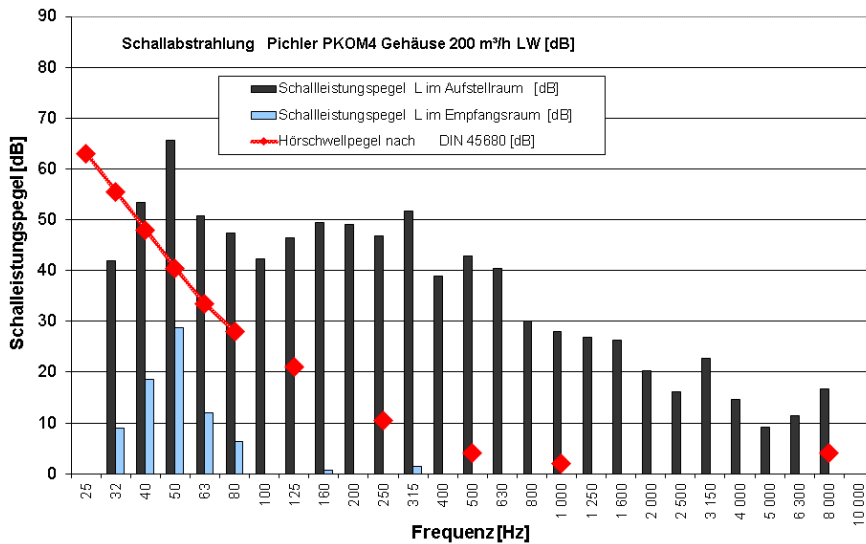

Abbildung 1:
Schallschutz: Der Schalldruckpegel der Gehäuseabstrahlung im Aufstellraum mit 4 m² äquivalenter Raumabsorptionsfläche wurde zu 49 dB (A) bei einem Volumenstrom von 200 m³/h ermittelt. Der Grenzwert von 35 dB(A) wird also deutlich überschritten. Für die Aufstellung des Gerätes ist daher ein schalltechnisch entsprechend ausgestatteter und von den Wohnräumen ausreichend abgetrennter Raum erforderlich, vgl. Abbildung 1.